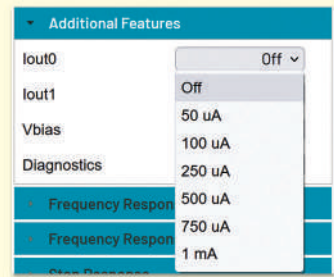

Рис. 14. Вікно задання струму на виходах АЦП
- струм кожного з виходів (рис. 14);